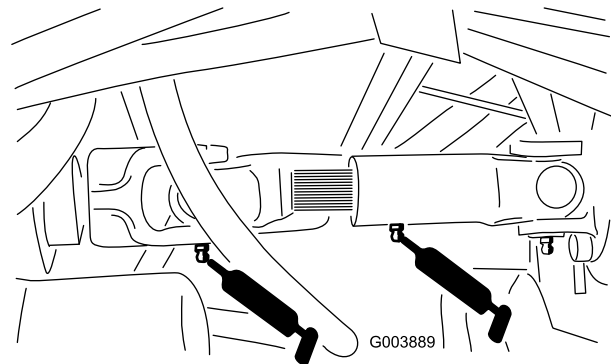

Figura 42
- 3 bocais no veio propulsor do motor (Figura 42)